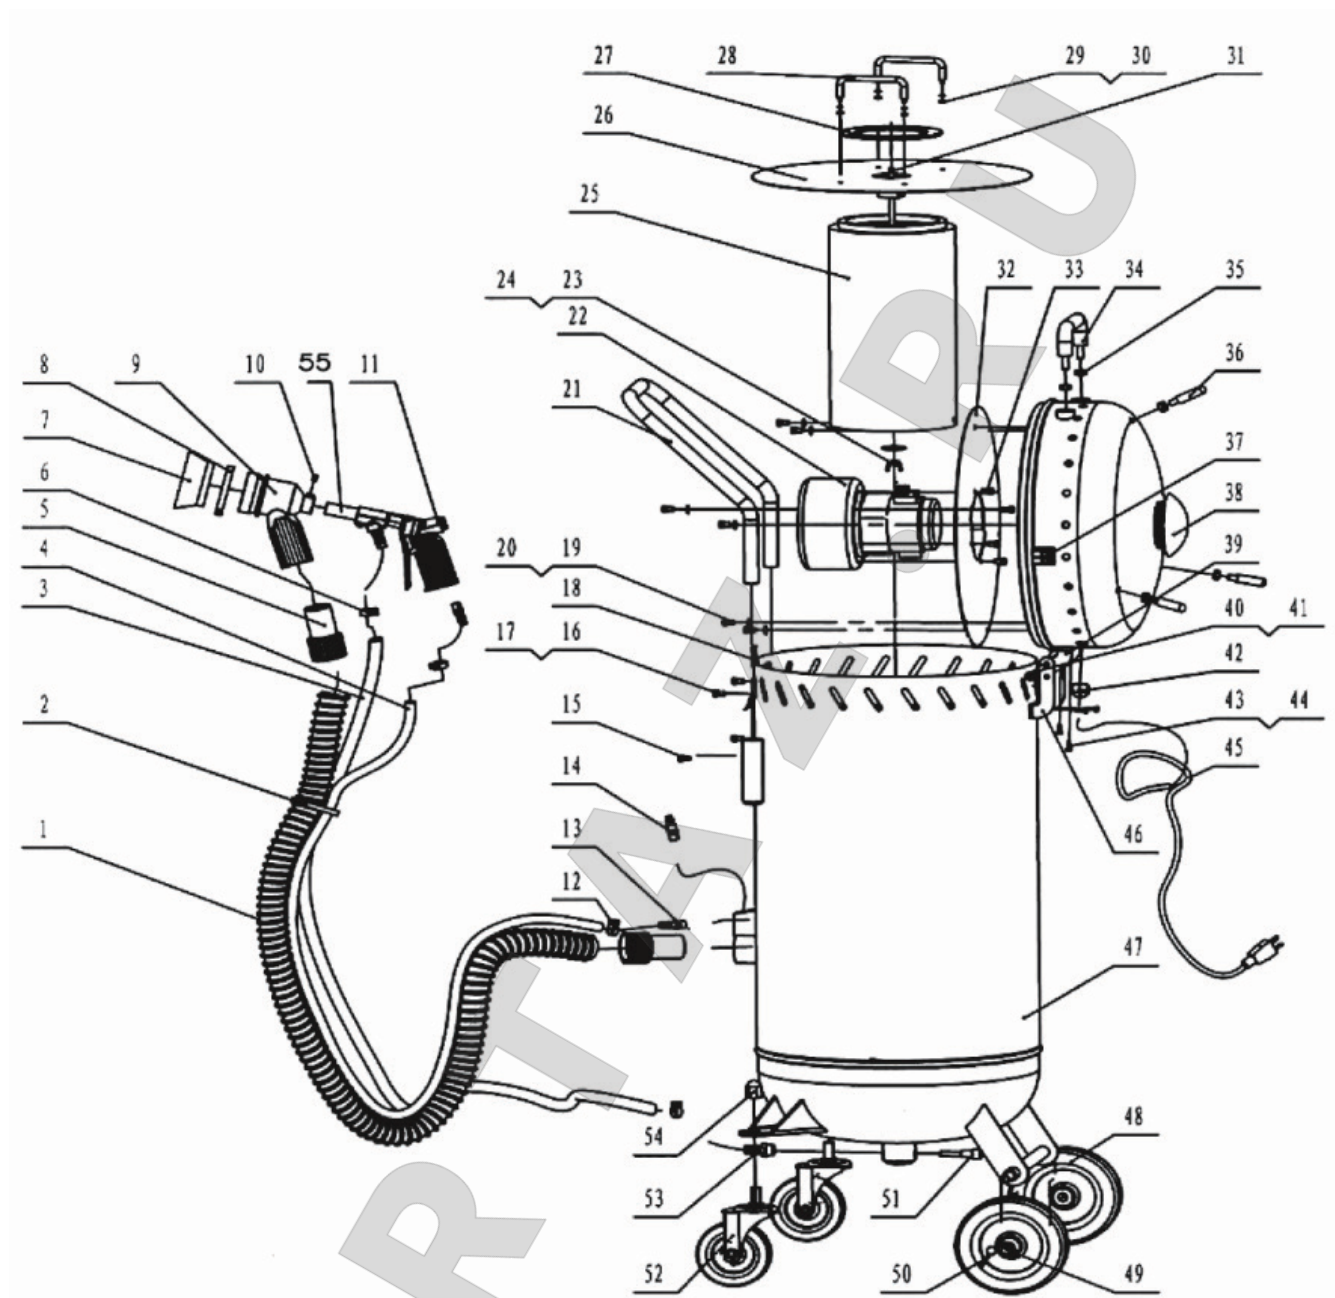

Рис. 1. Устройство установки.
Сборка производится согласно чертежу Рис. 1.
3.1.3. Смонтируйте на резервуаре рукоятку, ось и колеса согласно чертежу Рис. 1.